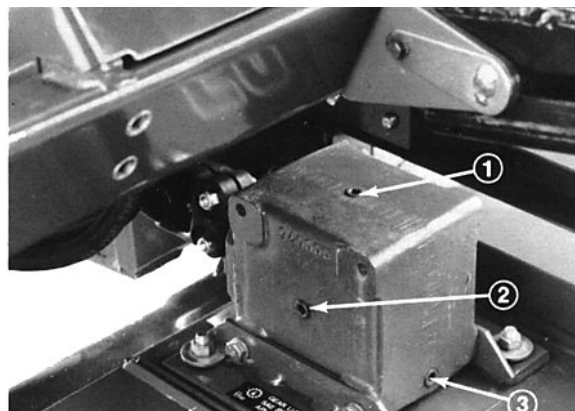

Fig. 2
2. Ta ut nivåpluggen på siden av gearkassen og forviss deg om at oljen når opp til underkant av hullet (fig. 2). Hvis nivået er lavt, må du ta ut påfyllingspluggen øverst på gearkassen og etterfylle til oljen kommer opp til underkant av hullet på siden.